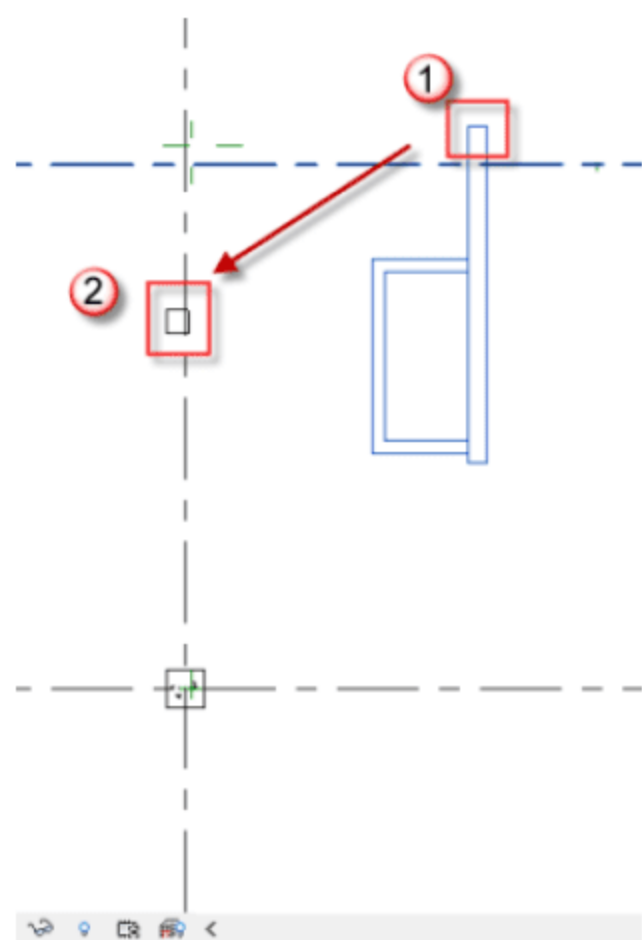
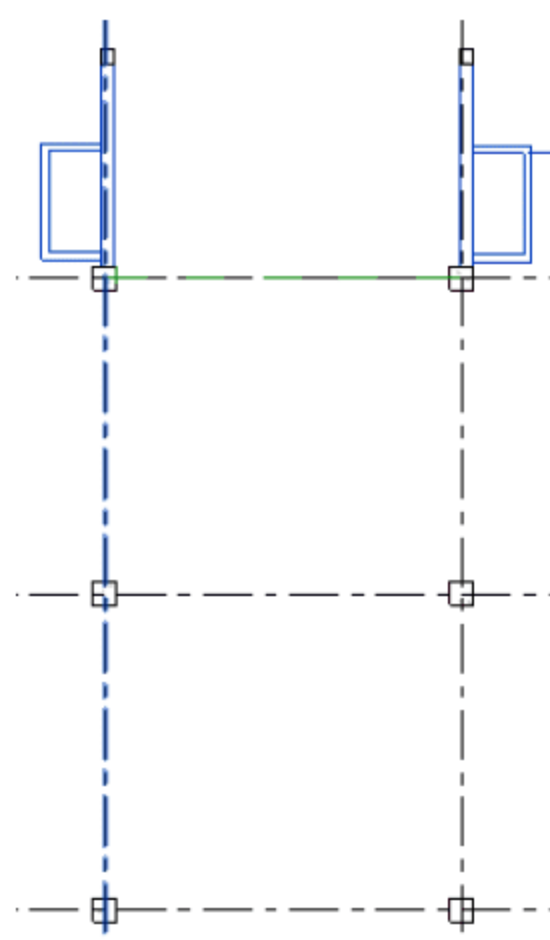

图 5.3.6 选中有梁混凝土雨蓬并移动
图 5.3.7 对齐图形
(4) 整体移动 DWG 文件使其与轴网相符合。单击“有梁混凝土雨蓬”文件，按快捷键 M+V，将①点移动到②，如图 5.3.6 所示。移动完成后如图 5.3.7 所示。